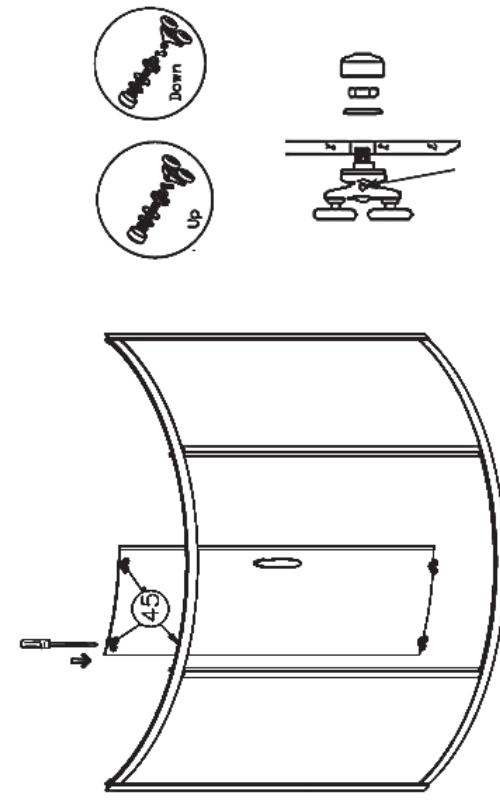

Рис. 5
8. Установите нижние (11) и верхние (9) подвижные ролики на подвижные стеклянные двери (5). Попередно навесьте двери, отрегулируйте прымывание дверей с помощью роликов. Установите магнитные уплотнители на двери. (рис.5).